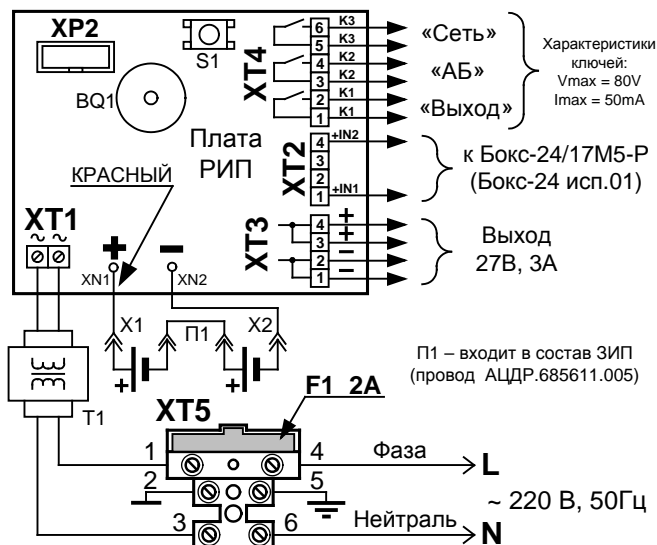

Рис. 2
ВНИМАНИЕ! При подключении внешнего питающего напряжения 220 В к сетевой колодке ХТ5 необходимо соблюдать правильность подключения проводов «фаза» и «нейтраль». Подключение производить в соответствии с Рис. 2. Схема подключения также расположена на внутренней стороне корпуса РИП.
3.2.4 Согласно схеме соединений (рис. 2):
б) изъять из колодки вставку F1 (2 А), подключить сетевые провода к входной колодке (**фаза (L) должна быть подключена к ХТ5:4, см. рис. 2**);
4.2.3 РИП обеспечивает программирование следующих режимов индикации и сигнализации нажатием на кнопку S1 (при открытой крышке РИП), находящуюся на плате см. рис.2.